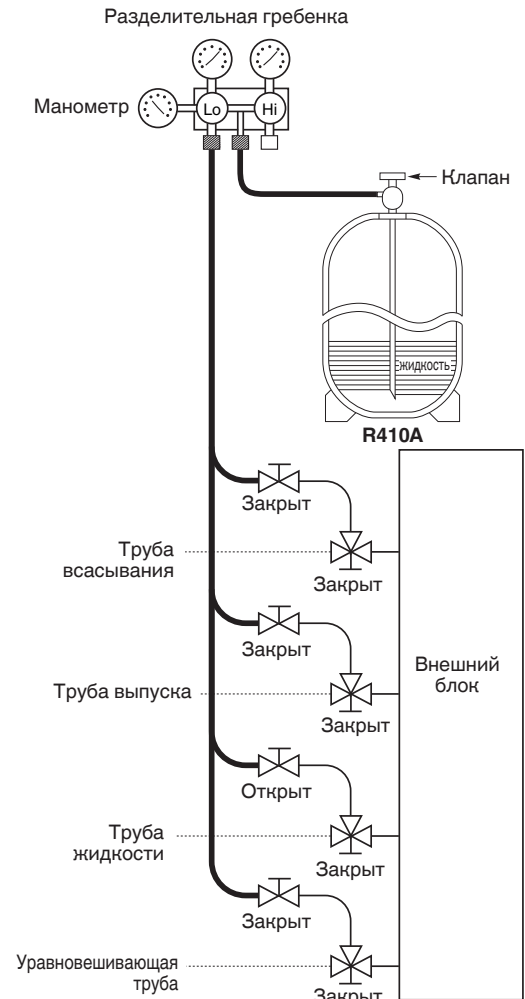

Рис. 6-5
- Заправьте дополнительное количество хладагента (рассчитанное исходя из длины трубы жидкости, как показано в Разделе 1-8 «Дополнительно заправляемый хладагент») с помощью сервисного клапана трубы жидкости. (Рис. 6-5)